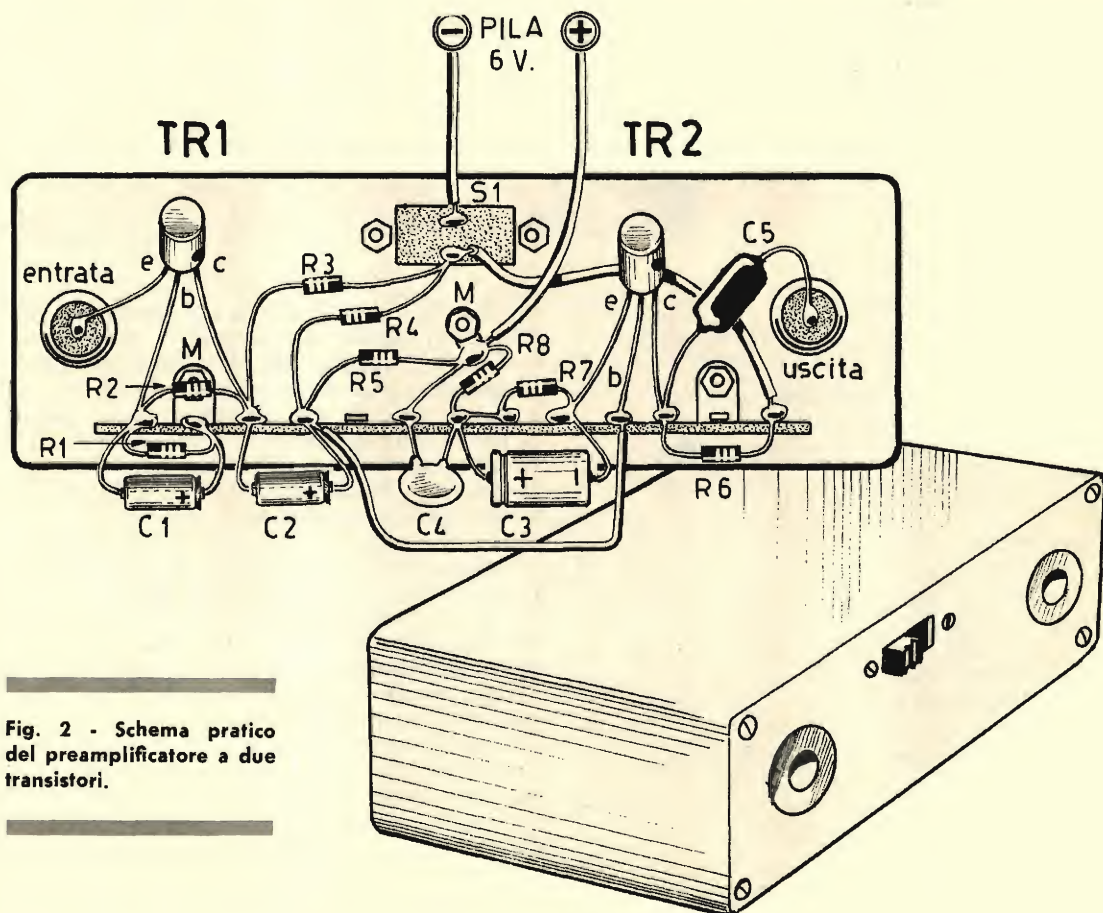

Fig. 2 - Schema pratico del preamplificatore a due transistori.
**Fig. 2** - Ciascun altoparlante, prima di essere applicato alla parete di un locale, deve essere inserito nell'apposito mobiletto contenitore, sul cui pannello frontale è presente la manopola che permette l'inserimento e il disinserimento nel circuito dell'altoparlante stesso.